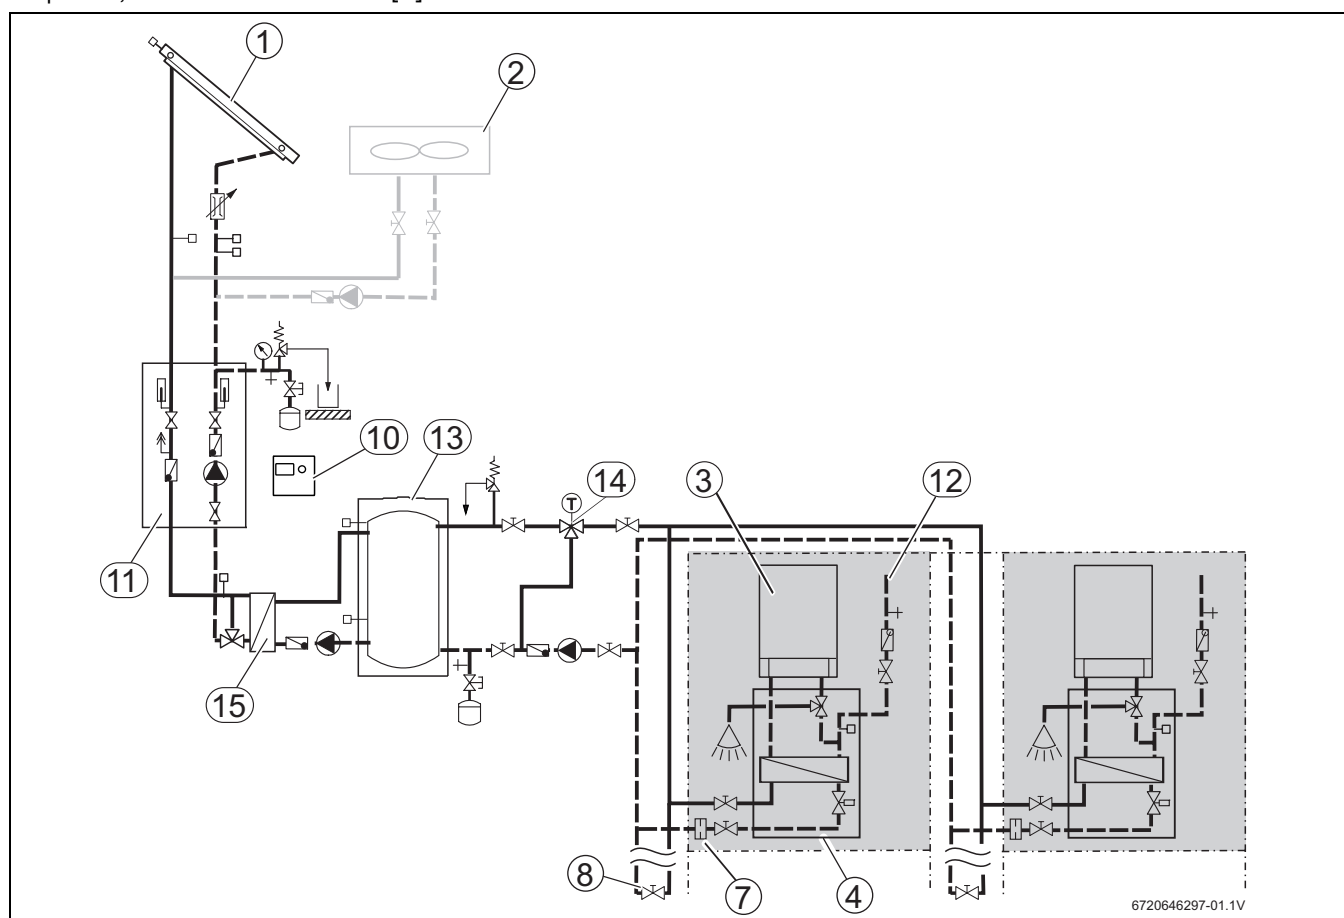

Fig. 1 Sistema equipado con Solarbox con válvula mezcladora termostática
- ▶ Instale los componentes conforme a las descripciones del sistema (→ fig. 1) y a los documentos de planificación.
- ▶ **España:** Según el CTE se puede instalar un disipador de calor en la instalación para desviar la energía sobrante (→ fig. 1).
- ▶ Monte una válvula antirretorno detrás de cada bomba para prevenir el flujo inverso (→ fig. 1).